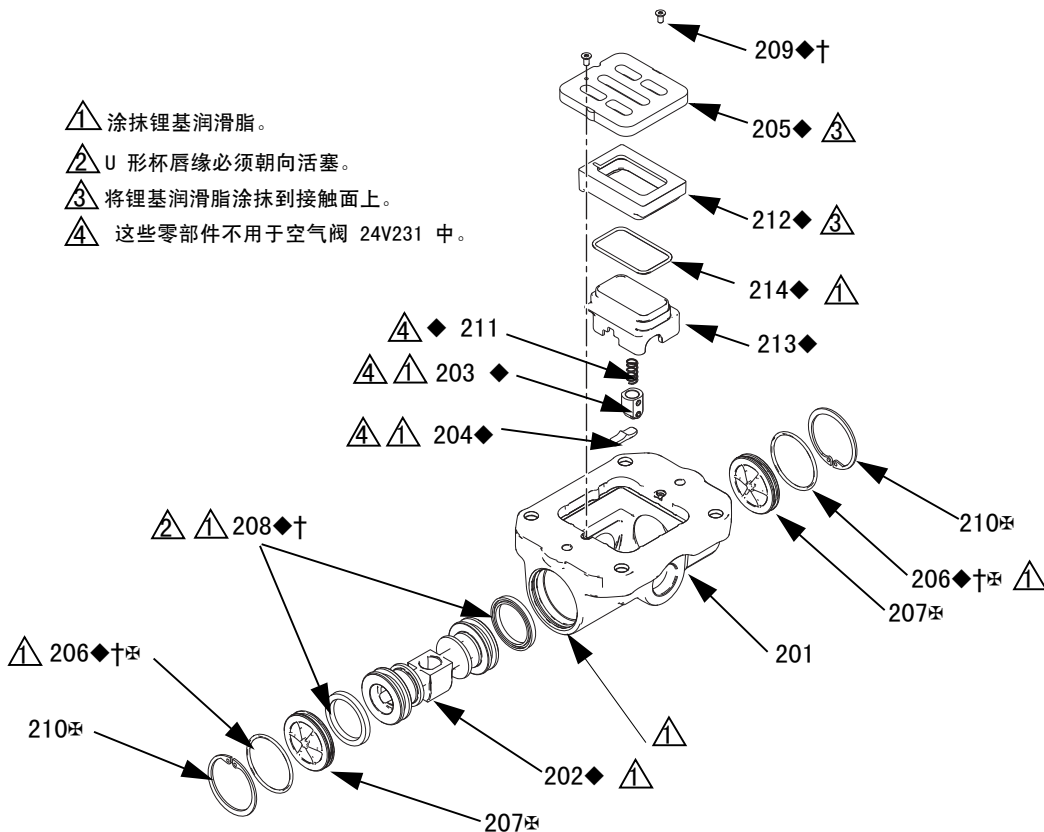

图 2. 空气阀组件
2. 参见图 2。使用六角螺丝扳手（T8 用于铝质中心，T10 用于塑料中心），卸下两个螺丝（209）。卸下阀板（205）、阀杯组件（212-214）、弹簧（211）和制动组件（203）。
4. 参见图 2。从空气阀两端卸下扣环（210）。使用活塞（202）将端盖（207）从一端推出。卸下 U 形杯密封圈（208）。将活塞从一端拔出并卸下另一个 U 形杯密封圈（208）。卸下另一个端盖（207）和端盖 O 形圈（206）。